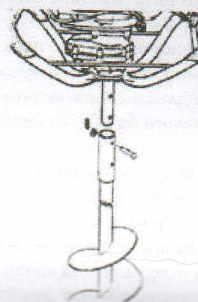

рис. 4
5.1.2 Установка шнека. (рис.4)